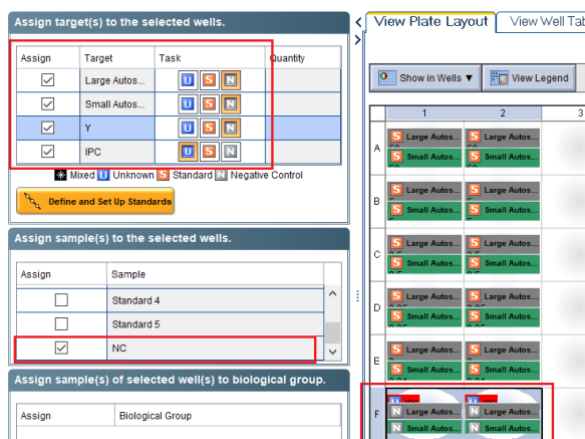

Рисунок 21
15. Под калибровочными образцами **St** отметить отрицательные контрольные образцы ПЦР – **N**. Присвоить им название **NC** (рисунок 21).